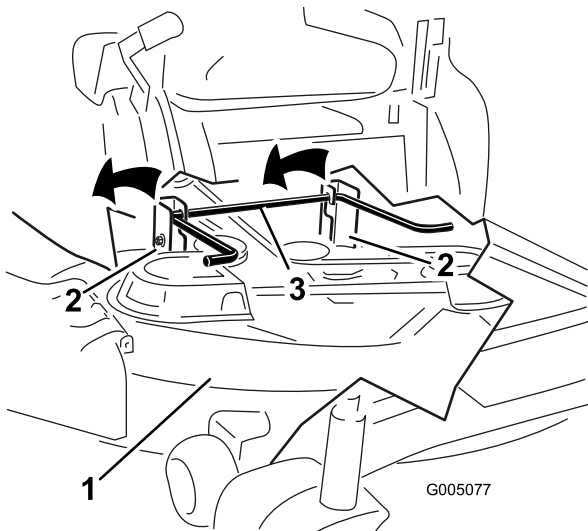
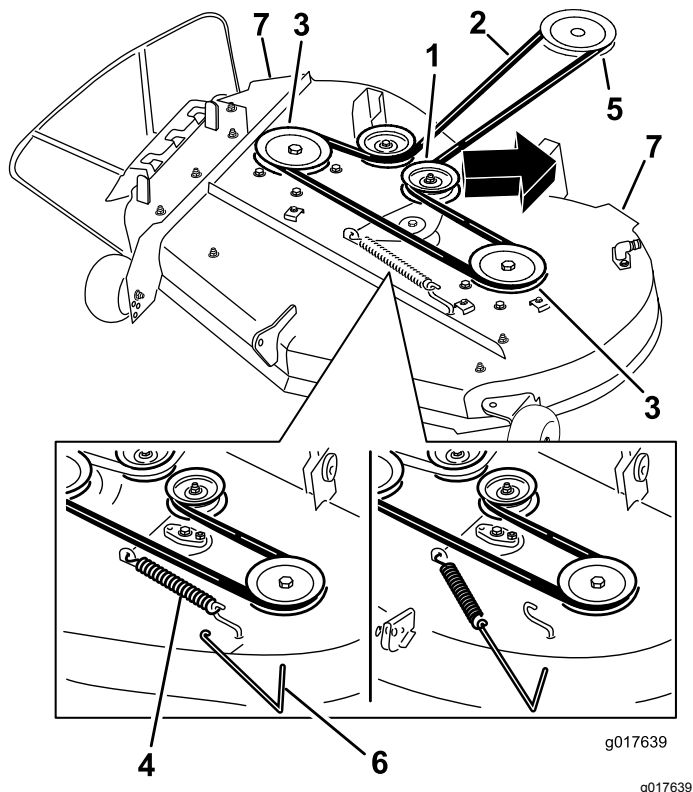
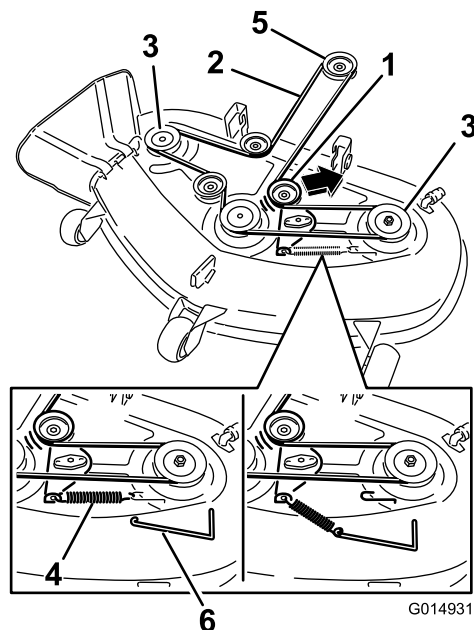

Figura 58
Figura 60
Figura 61
5. Usando las asas de la carcasa de corte, eleve la carcasa de corte y separe ésta y las pletinas de suspensión de la varilla de elevación trasera; luego baje el cortacésped con cuidado al suelo (Figura 58 y Figura 60).
tensión de la polea tensora, y retire la correa de las poleas (Figura 60 y Figura 61).
6. Pase la correa nueva alrededor de las poleas del motor y del cortacésped (Figura 60 y Figura 61).
7. Usando una herramienta para la retirada de muelles (Pieza Toro N° 92-5771), instale el muelle tensor sobre el gancho de la carcasa y tense la polea tensora y la correa (Figura 60 y Figura 61).
5. Eleve la parte trasera de la carcasa de corte y coloque los soportes sobre la varilla de elevación trasera (Figura 58).
5. Fije el conjunto de varilla y muelle torciéndolo de manera que el extremo corto de la varilla pueda colocarse detrás del soporte delantero que está soldado a la carcasa (Figura 58).